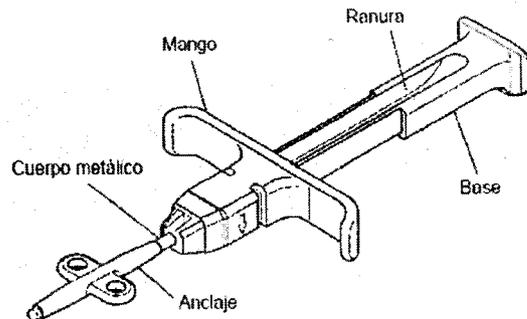

Figura 1. Dispensador del anclaje con el anclaje.
- Localice el dispensador del anclaje con un anclaje precargado (Figura 1).